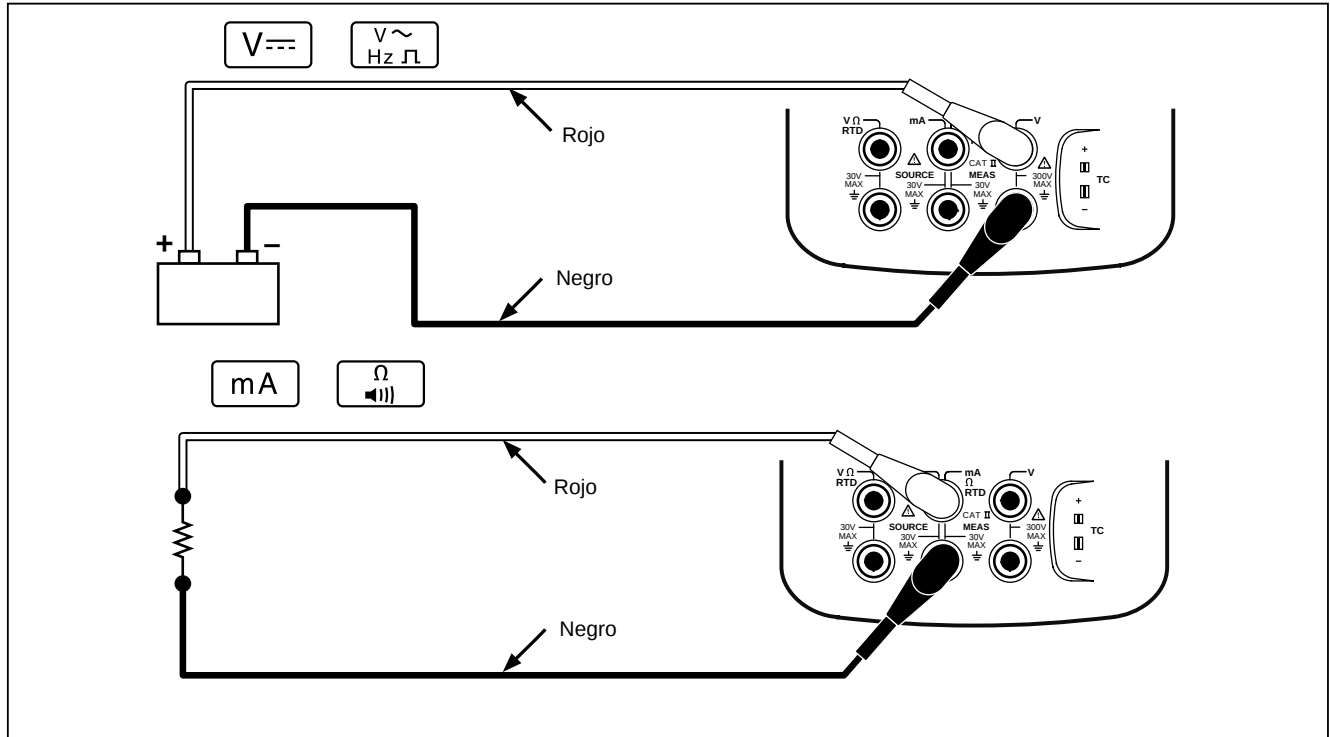

Figura 10. Conexiones para mediciones eléctricas
La función de medición predeterminada al encender el calibrador es la de medición de voltaje de CC. La Figura 10 muestra las conexiones de las mediciones eléctricas. Para seleccionar una función de medición eléctrica en el modo FUENTE o MEDICION/-FUENTE, pulse primero  para entrar al modo MEDICION y luego proceda de la siguiente manera:
2. Conecte los conductores de prueba tal como se ilustra en la Figura 10, según la función de medición.
4. Conecte el calibrador al circuito que va a comprobar, tal como se muestra en la Figura 10.